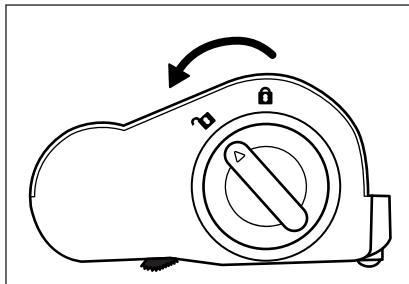

Fig. 26
① ATTENTION !
- N'utilisez l'appareil qu'avec un rouleau brosse ⑩ correctement monté.
① Remarque
- Nettoyez régulièrement le rouleau brosse ⑩ afin de garantir un fonctionnement conforme de l'appareil et d'éviter les pannes.
- 1) Retirez la brosse de sol ⑪ du tube d'aspiration ⑫ ou de l'appareil (voir chapitre **Démontage de l'appareil**).
- 2) Déverrouillez le rouleau brosse ⑩ en faisant tourner le dispositif de déverrouillage du rouleau brosse ⑯ vers le symbole ⚡ (ouvrir) (voir fig. 26).